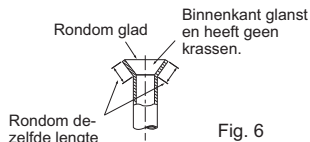

Fig. 6
- Vergelijk de gemaakte afdichtflens met Fig. 6.